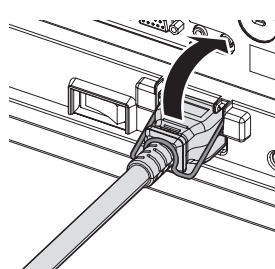

Fig. 1
- 2) Soulevez le support de cordon d'alimentation fixant le cordon d'alimentation. (Fig. 1)